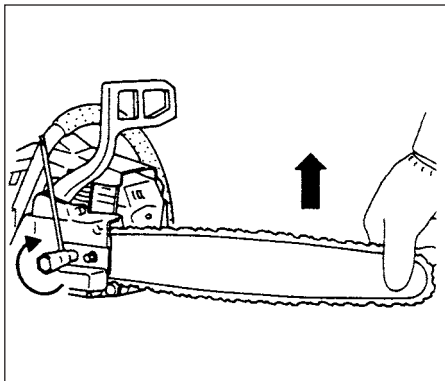

Fig.1-4
- DIE KETTE MUSS ORDNUNGSGEMÄSS GESpanNT SEIN! (Fig. 1-4, 5)
6. Die Befestigungsmutter bei angehobenem Schienenende mit einem Steckschlüssel fest anziehen. (Fig. 1-4)